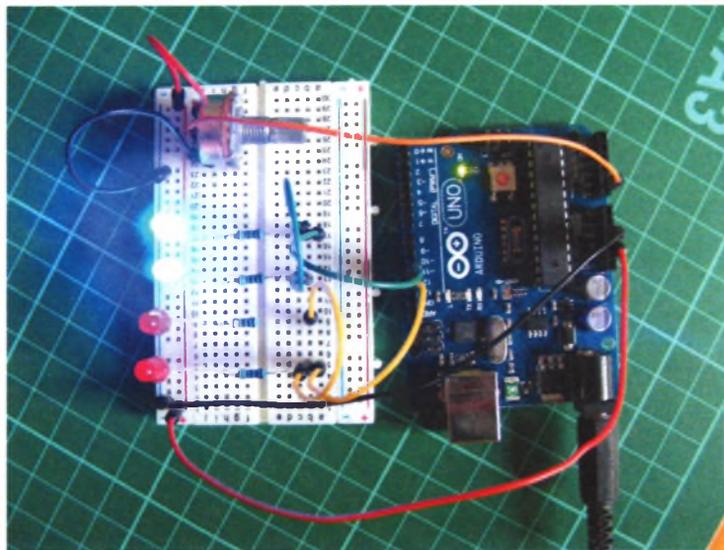

РИСУНОК 4.2
2. Установите резисторы на макетную плату, подключив их к длинным ножкам (анодам) светодиодов. Используя перемычки, подключите два красных светодиода к одному контакту на плате Arduino, а два синих светодиода — к другому. Подключение к плате Arduino осуществляется после резисторов, как показано на рис. 4.2. Так вы сможете управлять светодиодами одного цвета через один контакт.